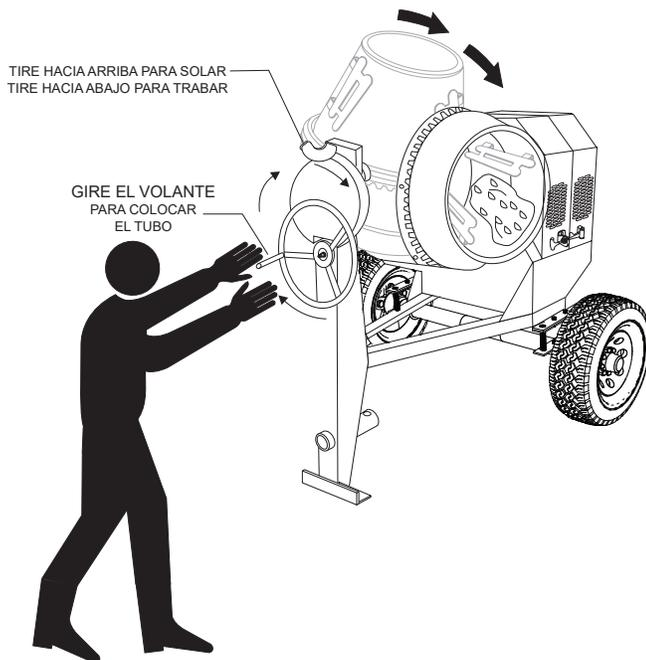

Figura 14. Colocación del tambor de mezcla
1. Para colocar el tambor, asegúrese de que la hormigonera esté colocada firmemente en un terreno horizontal y después **tire hacia arriba** del **enganche de descarga** (Figura 14) y gire el **volante** hasta poner el tambor en la posición deseada. Una vez que el tambor esté en la posición deseada, tire hacia abajo del enganche de descarga para trabar el tambor en posición.